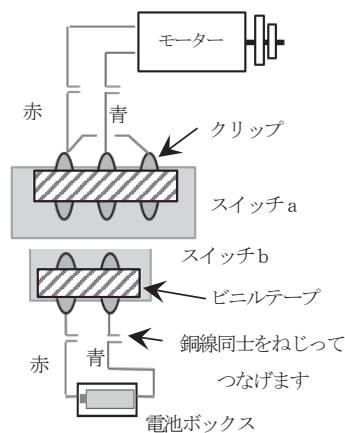

図2
- 5)スイッチa：工作用紙（8cm×4cm）に銅線をつないだクリップを1.5cm間隔で3個はさみます。クリップの表面と裏面にビニルテープを貼り付けます。クリップの先端にはビニルテープを貼らないでください（図2）。スイッチbは工作用紙（4cm×4cm）にクリップを1.5cm間隔で2個つけます。同様にビニルテープを貼り付けます。